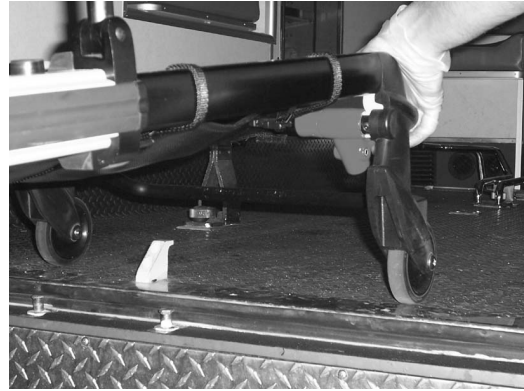

Figura 26: Desenganche de la barra de seguridad
4. **Operador 2:** tire de la palanca de desbloqueo de la barra de seguridad hacia delante para desenganchar la barra de seguridad del gancho de seguridad del compartimento del paciente (Figura 26).